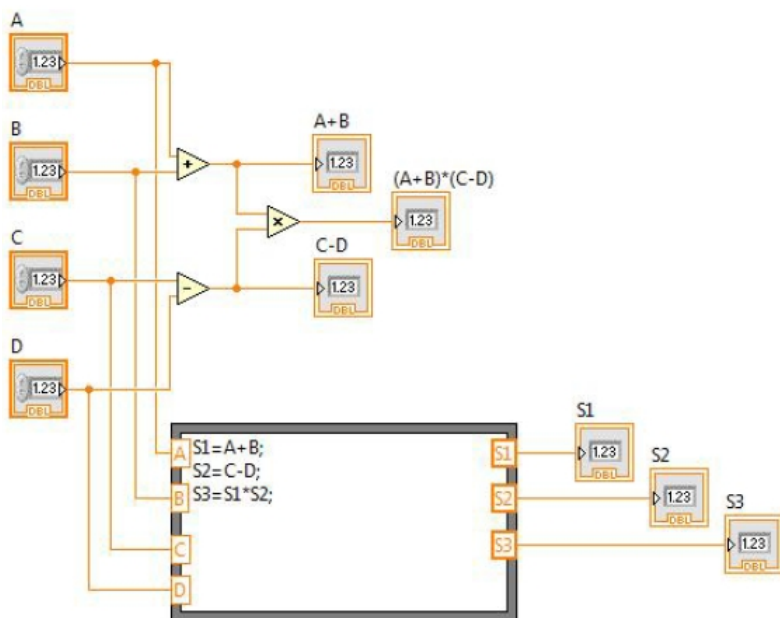

Рис. 6
16. На цьому монтаж блок-діаграми (структурної схеми) закінчений. На даний момент структурна схема приладу повинна виглядати, так як показано на рис. 6.